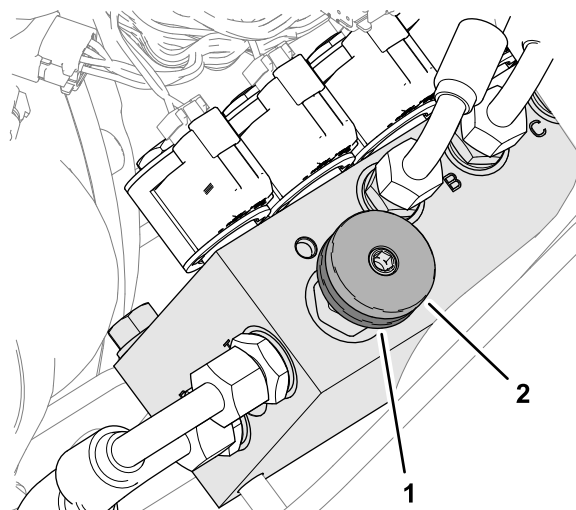

Bild 29
Gewichtsverlagerungsverteilers um eine 1/2-Umdrehung gegen den Uhrzeigersinn, während Sie das Handrad festhalten (Bild 29).
3. Drehen Sie das Handrad für die Gewichtverlagerung (Bild 29) wie folgt:
4. Ziehen Sie das Arretierrad wieder fest (Bild 29).